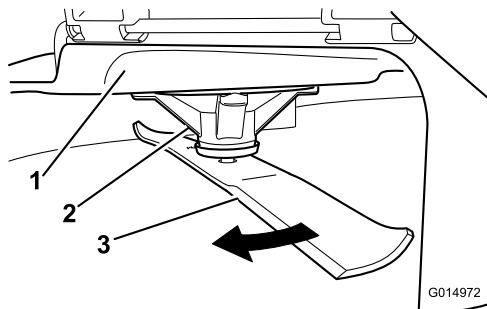

Figura 74
2. Purtați mâinile cu protecție corespunzătoare sau alte protecții adecvate pentru mâini și roți încet lama într-o poziție care vă permite să măsurați distanța dintre marginea de tăiere și suprafața uniformă pe care se află maina (Figura 74).